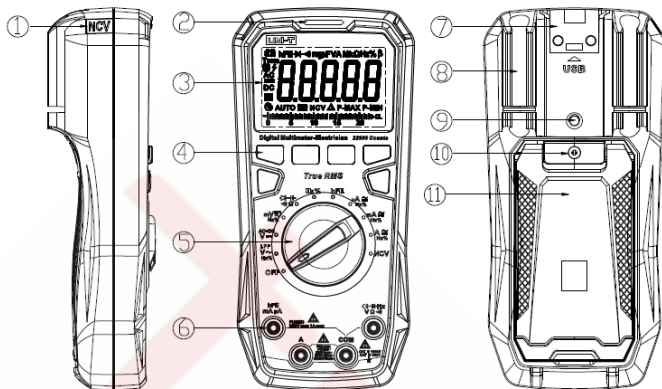

Рисунок 1
5. Схема мультиметра (см. рисунок 1)